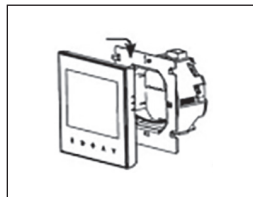

Рис. 7
**6.3.3.** Установите обратно переднюю панель на закрепленную монтажную пластину таким образом, чтобы 4 крючка монтажной пластины попали в отверстия и при сдвиге вниз до упора вошли в пазы передней панели (рис. 7).